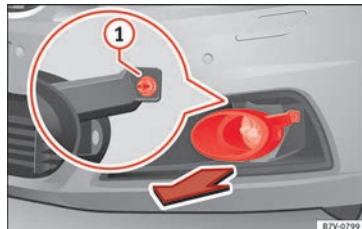

Abb. 109 Im Stoßfänger vorn rechts: Ausbau der Scheinwerfer.
» **Abb. 109**.
2. Befestigungsschraube » **Abb. 109** ① mit dem Schraubendreher aus dem Bordwerkzeugkasten herausdrehen » **Seite 86**.
10. Befestigungsschraube » **Abb. 109** ① mit dem Schraubendreher festdrehen.